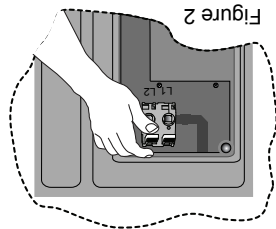

Figure 2
3. Agrippez l'un des leviers blancs. Poussez le levier vers le haut jusqu'en position ouverte, Figure 2. S'il est ouvert correctement, le levier restera en place et demeurera ouvert.